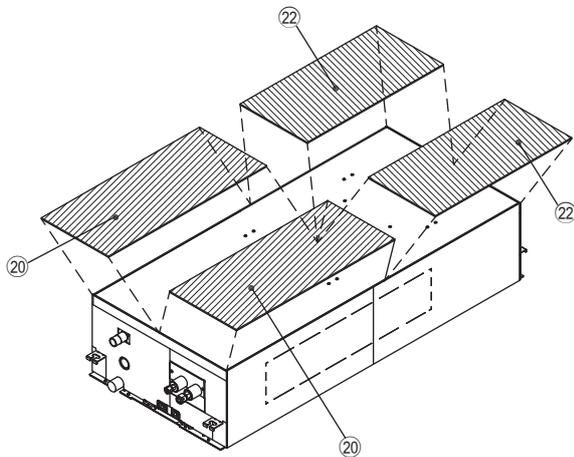
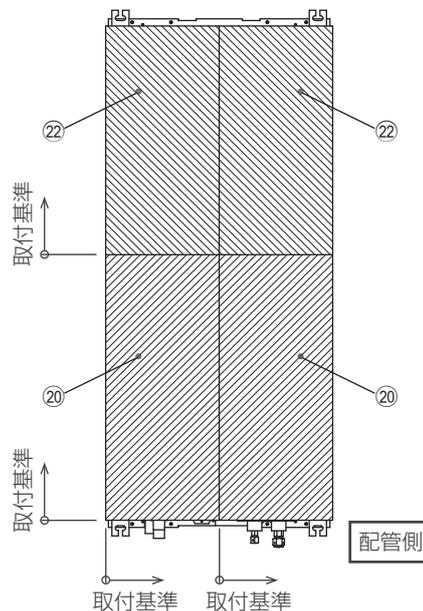

図 25
図 26
1. 室内ユニットの反配管面に断熱材 ⑳ を取付けます。(図 25、図 26)
2. 断熱材 ㉑ の端面に合わせ、すき間が出来ないように断熱材 ㉑ を取付けます。(図 25、図 26)